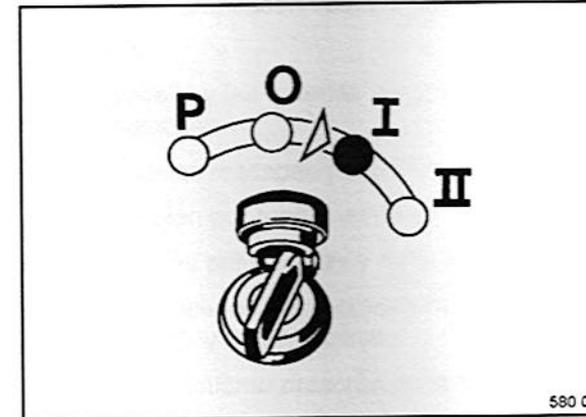

Fig. 55
- Girar la llave de encendido (Fig. 55) a posición "I".